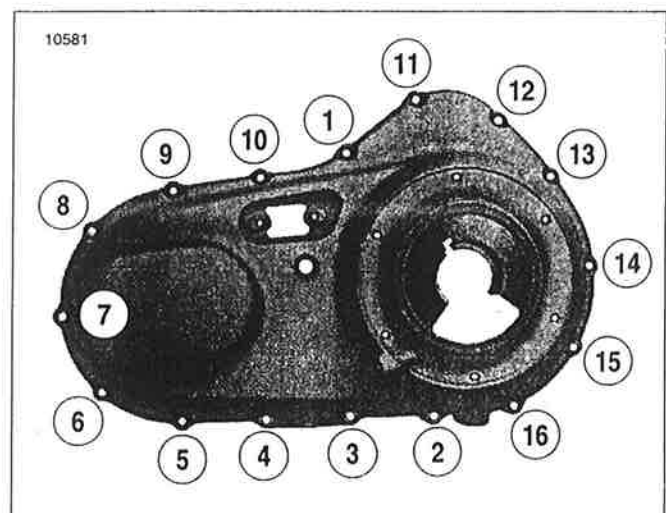

Figura 6-6. Secuencia de apretado de los tornillos de la cubierta primaria exterior
3. Instale la cubierta primaria y junta usando dieciséis tornillos con arandelas prisioneras (11). Apriete a 11,3-13,5 N·m (100-120 lb-pulg.) en la secuencia indicada en la Figura 6-6.